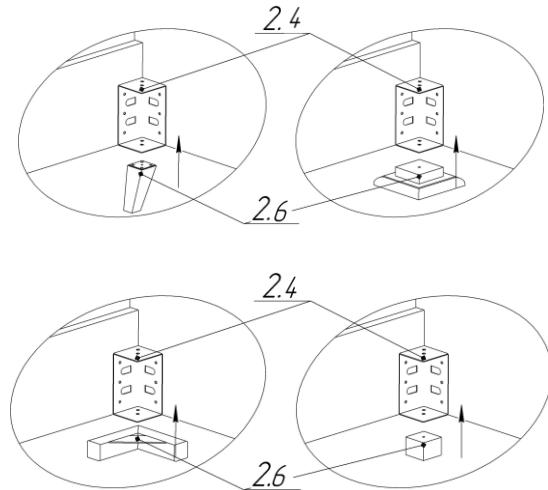

Рисунок 2 – Варианты исполнения ножек кровати
1. Установить ножки поз.2.6 (4шт) в центральное отверстие кронштейна поз.2.4. Наживить винты M6x25 (6х20) поз.2.5.2 (4шт) в крепёжные отверстия ножки, задать направление и затянуть винты до упора. (Рисунок 2.)